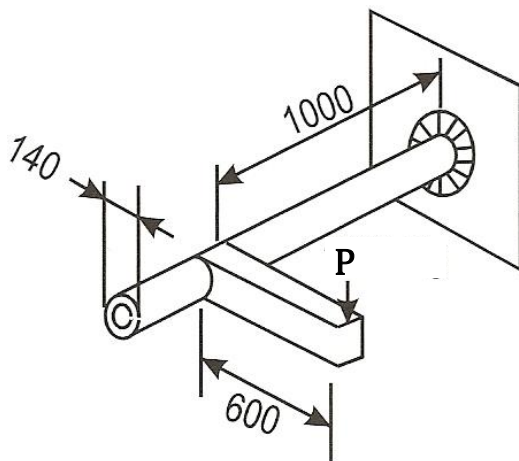

Figura 1.4
1.2.3 Considere que o tubo representado na Figura 1.4 é fabricado com um aço DIN St-52 e está soldado a uma placa através de um cordão angular contínuo de 6mm. Determine a força máxima P segundo o Eurocódigo 3.